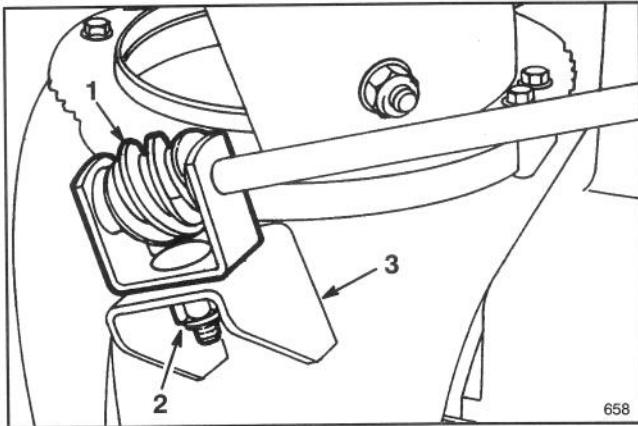

Figure 11
2. Appliquez de la graisse à toutes fins No. 2 sur la vis sans fin, et montez la vis sans din et son support sur la collerette de montage. Fixez à l'aide de la rondelle pyramidale et de l'écrou de blocage (Fig. 11).
3. Glissez la vis sans fin dans les dents de l'anneau de retenue de l'éjecteur et serrez l'écrou de blocage (Fig. 11).